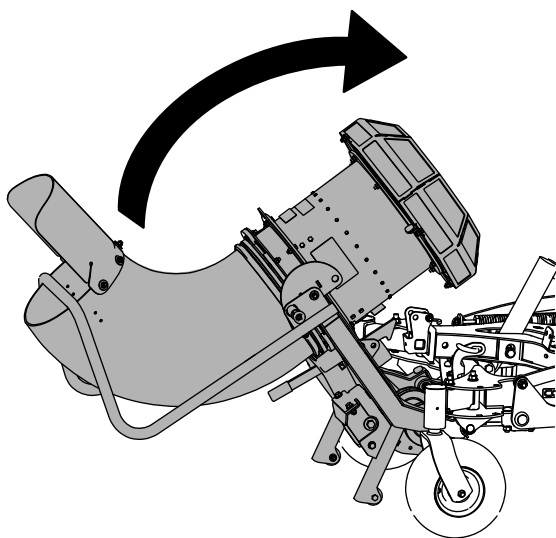
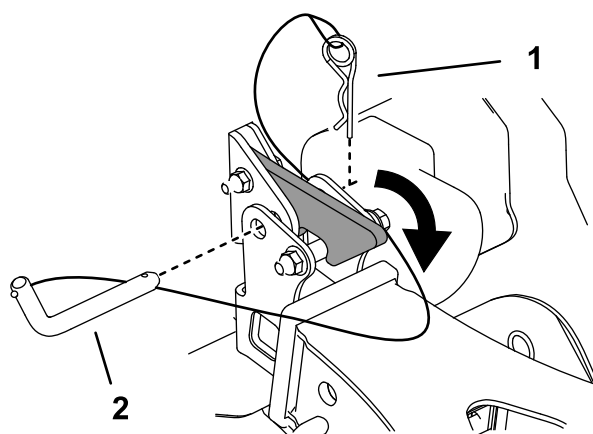

Figure 24
Figure 25
1. Levez la souffeuse jusqu'à ce qu'elle s'enclenche sur le dispositif d'attelage (Figure 24 et Figure 25).
2. Fixez-la sur le dispositif d'attelage avec la goupille d'attelage et la goupille fendue attachées au dispositif (Figure 25).